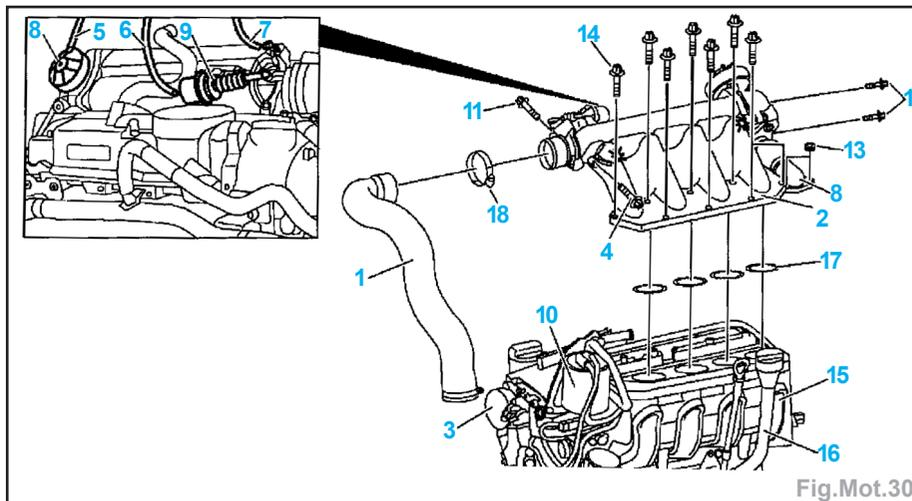

Fig.Mot.30
- Enlever la durit d'air de suralimentation (1) (Fig.Mot.30).
- Déposer la durit de dépression sur la pompe à vide (3).
- la vis (4) sur le support du filtre à carburant (10) sur le boîtier de mélange (2),
- la vis (11) sur le support arrière du boîtier de mélange.